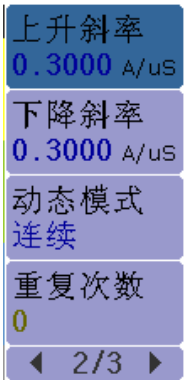

图 3-2
- 3. 如图 3-2 所示为参数设置区域，旋转**旋钮**将光标移到对应设置项上，输入数值或根据软键栏选择相应功能。